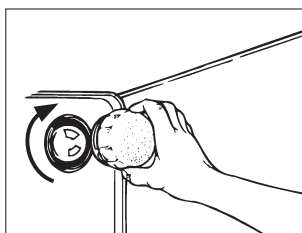

Fig. 4
4. Vuelva a colocar la tapa de vidrio de la lámpara, girándola en el sentido horario. Es necesario colocar la tapa correctamente, porque la misma protege la lámpara de las altas temperaturas del horno (Fig. 4).